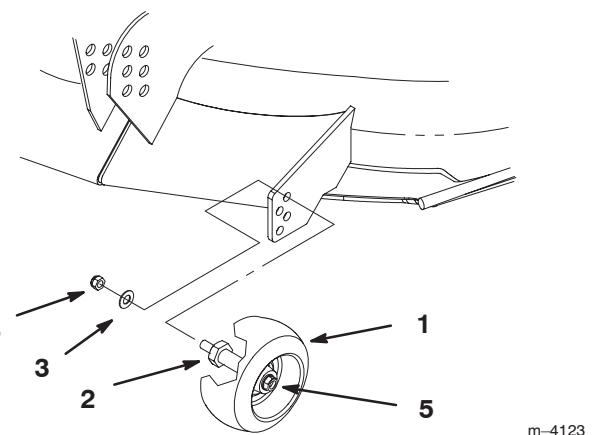

Figure 15
3. Remettez l'écrou et la rondelle sur le goujon (Fig. 15).
1. Lorsque la hauteur de coupe est réglée, enlevez l'écrou et la rondelle tout en maintenant le goujon avec une clé (Fig. 15).
**Remarque :** N'enlevez pas l'écrou et la rondelle de la roue (Fig. 15).
2. Choisissez le trou requis pour que la roue de jauge soit à 9,5 mm du sol pour la hauteur de coupe utilisée (Fig. 15).